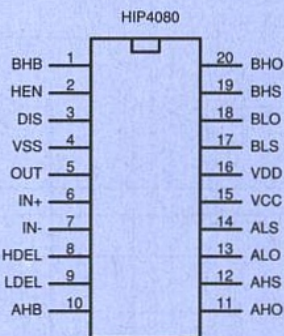

Figure 8 : brochage du HIP4080
■ Figure 8
Le brochage est donné à la figure 8. La fonction de chaque broche est donnée ci-dessous :